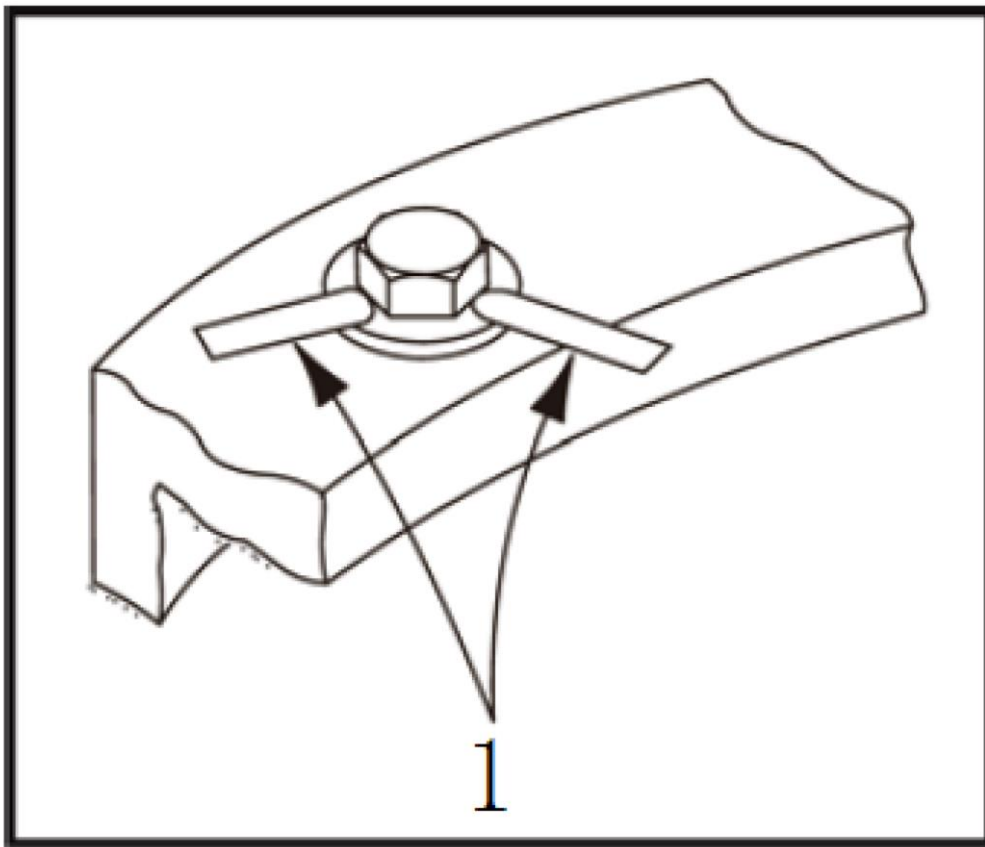

Figura 4-4 Inspeção do calibrador de folga do redutor rotativo
- ① Eleve a lança totalmente retraída em 70 graus;
- ② Insira um calibrador de folga de 0,0015 polegada entre a cabeça do parafuso e a arruela plana conforme mostrado pela seta na Figura 4-4, garantindo que o calibrador de folga de 0,0015 polegada não passe pela cabeça do parafuso até a alça do parafuso.
- ③ Gire a mesa giratória 90° e verifique alguns parafusos na nova posição.
- ④ Continue a girar a mesa giratória em 90° até que os parafusos em todos os quadrantes tenham sido amostrados e inspecionados.